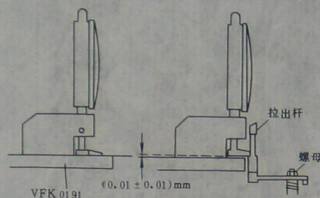

图 1-32 拉出杆高度调整 (2)
- 9) 慢慢地、轻轻地旋转螺母,直至带盘高度表读数达到图 1-32 所示规定值。